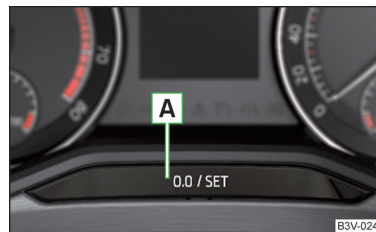

Fig. 30
- Mantenga pulsada la tecla **A** » fig. 30 hasta que se muestre en la pantalla el punto de menú **Servicio**.